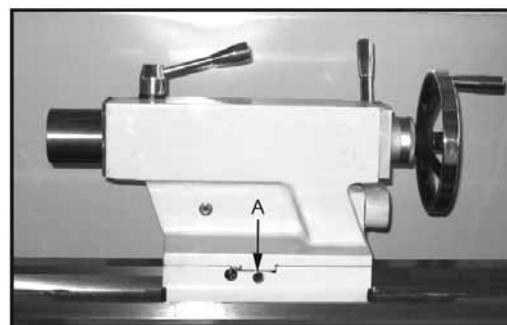

Fig. 22
3. Hvis justering er nødvendig, justeres pinoldokken vha. forskydningskruerne (A, Fig. 22) til den flugter med spindeldokken.